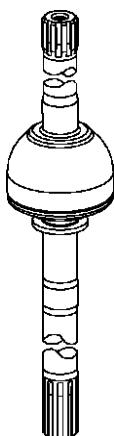

Рис. 9.20. Шарнир равных угловых скоростей типа "Бирфильд"
*Шарниры (рис. 9.20) равных угловых скоростей типа "Бирфильд" разборке не подлежат. В случае выхода их из строя шарниры заменяются в сборе.*